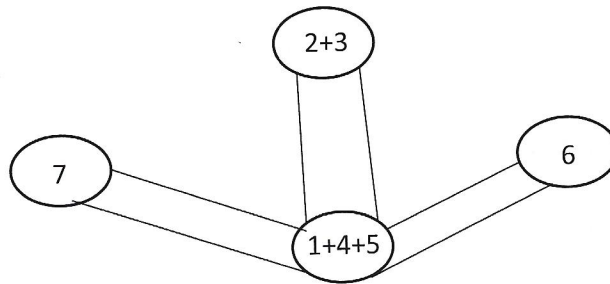

Figure 1 :
- . Représenter sur votre document réponse le graphe des liaisons (voir figure 1) et le compléter. **1,5 pts**